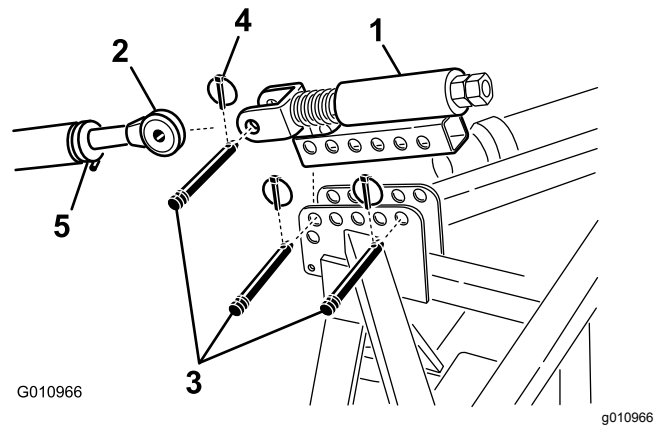

Figure 9
1. Montez le bras d'attelage supérieur à ressort sur le support d'aérateur avec deux axes d'articulation et goupilles à anneau (Figure 9)
2. Desserrez le contre-écrou sur le bras d'attelage supérieur du tracteur. Réglez la longueur du bras d'attelage supérieur jusqu'à ce qu'il s'aligne sur la chape du bras d'attelage supérieur à ressort de l'aérateur (Figure 9).
3. Accouplez le bras d'attelage supérieur du tracteur à la chape du bras d'attelage supérieur à ressort avec un axe de chape et une goupille à anneau (Figure 9).
6. Tournez le bras d'attelage supérieur jusqu'à ce que le ressort soit comprimé d'environ 13 mm (Figure 9).